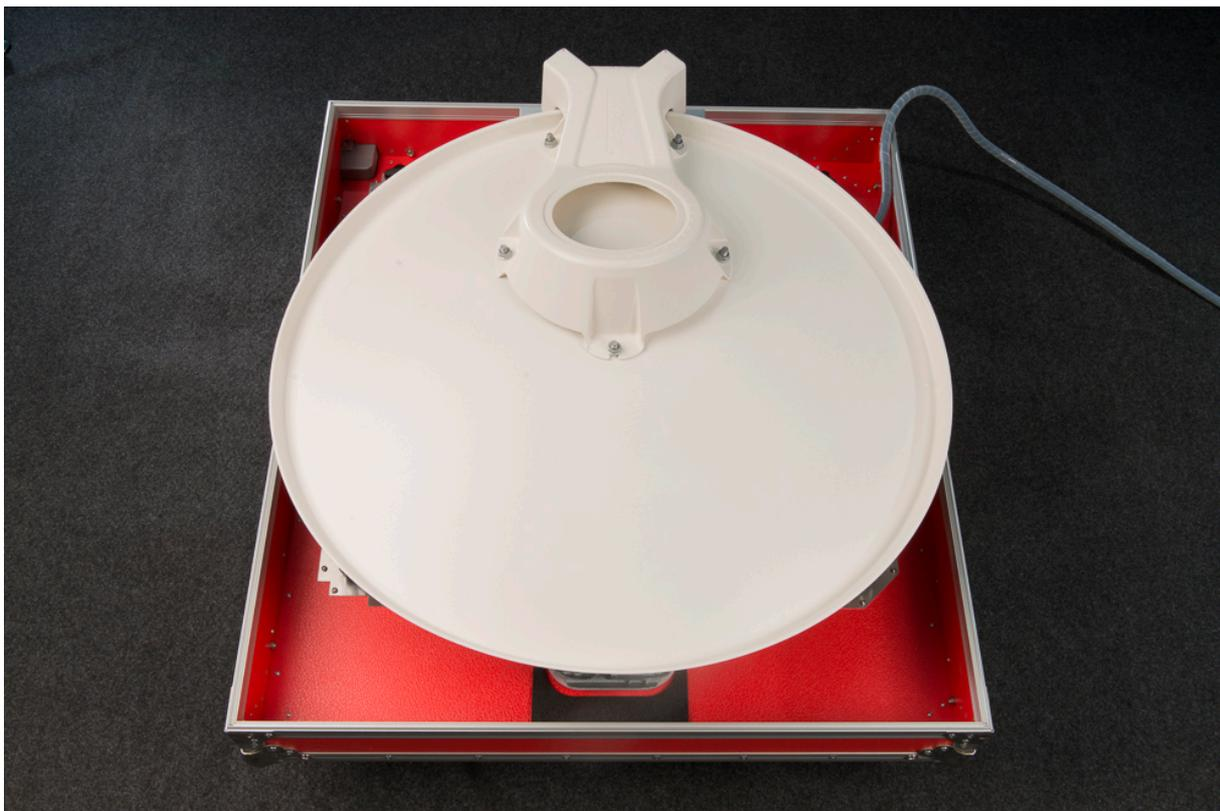

Fig.4-12 - Posizione corretta antenna chiusa
- Chiudere la parabola tramite facendo coincidere la parte anteriore della staffa di supporto TRIA con la maschera in neoprene posizionata nella base del fly case (Fig.4-12) - (interruttore **A** (Fig.4-2)).